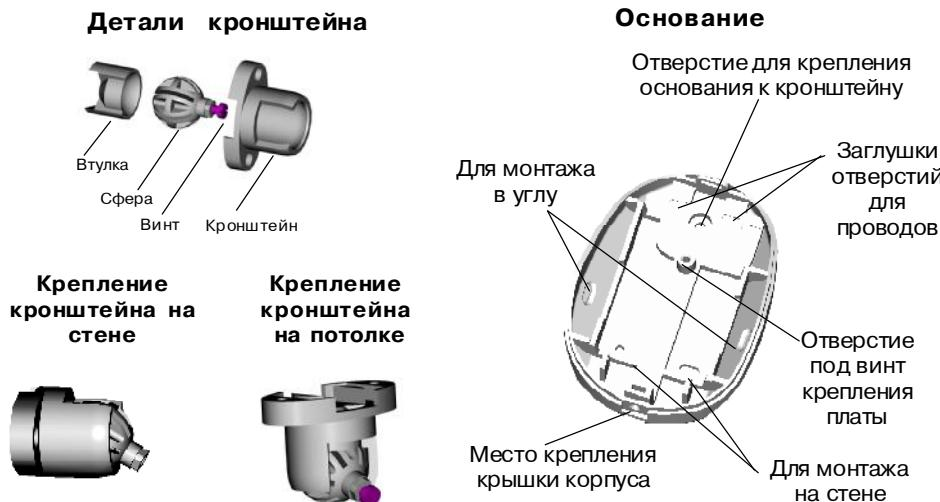

Рис. 71
- снимите крышку, вывернув при помощи отвертки винт, расположенный в нижней части основания извещателя (рис. 71).